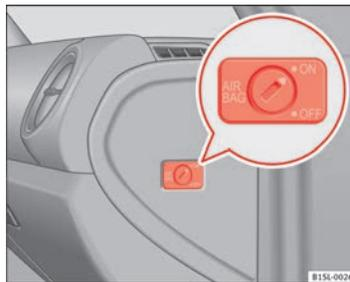

Abb. 49 Auf der Beifahrerseite: Schlüsselschalter zum Ab- und Einschalten des Beifahrer-Frontairbags.
- Mit dem Fahrzeugschlüssel den Schlüsselschalter in die Position **OFF** drehen ⇒ **Abb. 49**.
- Mit dem Fahrzeugschlüssel den Schlüsselschalter in die Position **ON** drehen ⇒ **Abb. 49**.